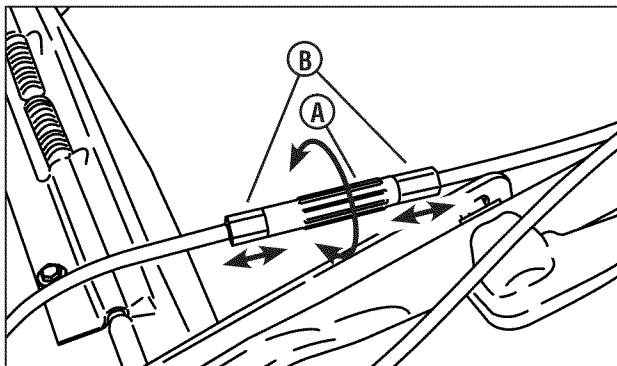

Figura 19: Ajuste del cable de guiado
- Si la transmisión no se acopla, gire el tensor (**A, Figura 19**) media vuelta para sacar las férulas (**B**) del tensor. Revise y repita esta operación cuantas veces sea necesaria.